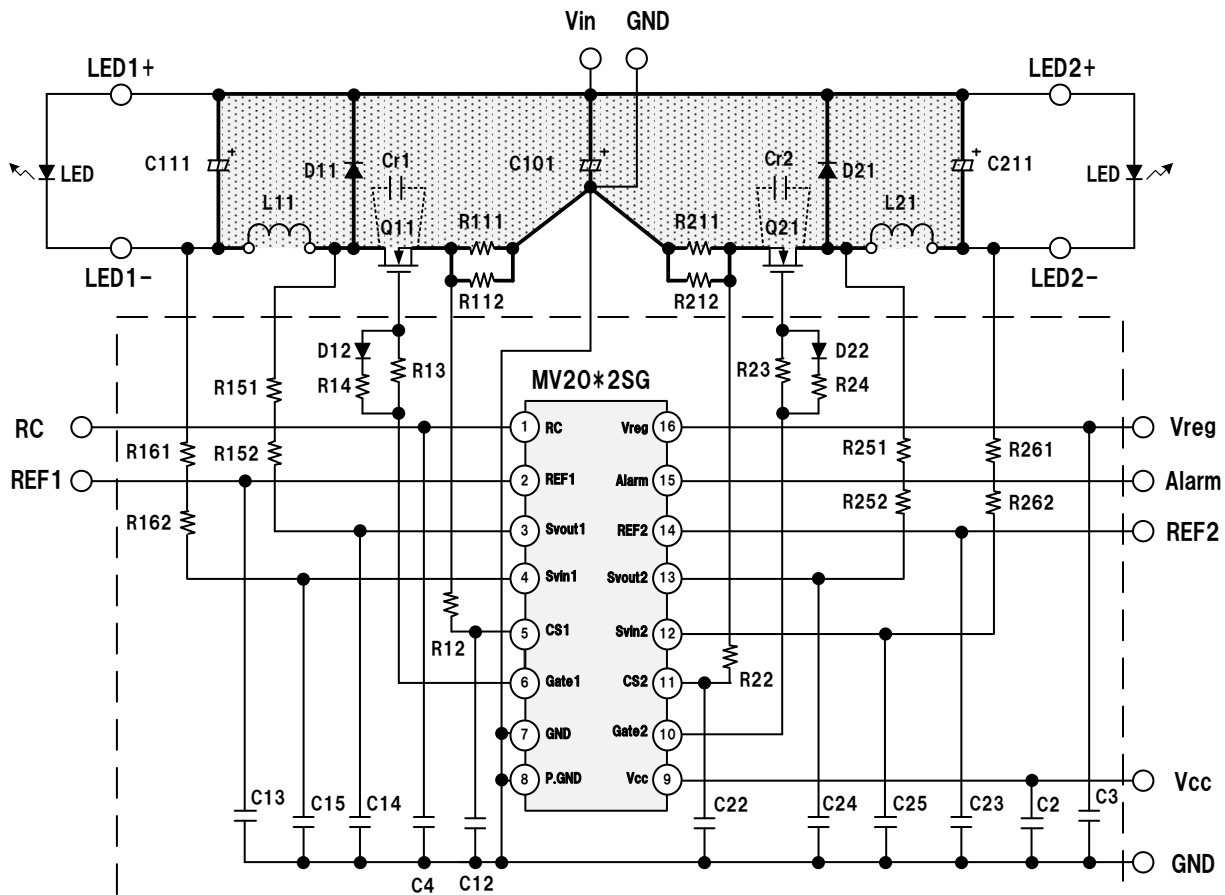

図 15 パターン設計を考慮した回路配線図
図 15 は図 5 と同じ回路で、パターン設計を考慮して書き換えた配線図になります。パターン設計する際には、下記 4 点について十分考慮してください。特に、項目 1 で記載しているとおり、ターンオフノイズが別 CH 側に影響しないように、片方の信号ラインと別 CH の主経路や Gate ラインをできるだけ近づけないように配線してください。
2. 網かけで示す部分はスイッチング電流が流れる主回路です。この部分の面積ができるだけ小さくなるように最優先で短く配線してください。また、図 15 のように、CH1 と CH2 の電流経路を分けて配線してください。